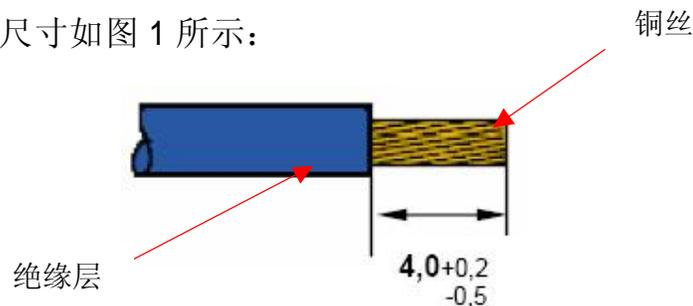

图 1 小端子标准剥线尺寸
1.2.1 剥线：在进行小端子压接前，首先要保证剥线长度的准确可靠，标准的剥线尺寸如图 1 所示：